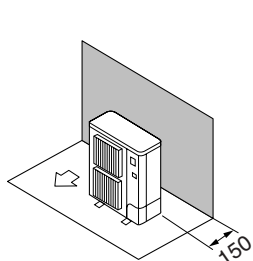

Fig. 2-2
- ① Hindernisse nur auf der Rückseite (Fig. 2-2)